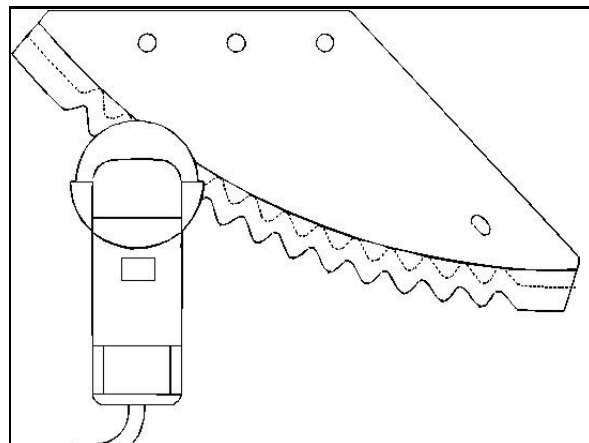

Bild 118
- Använd en vinkelslip med en stjärnslipskiva (Bild 118) för att slipa knivarna.